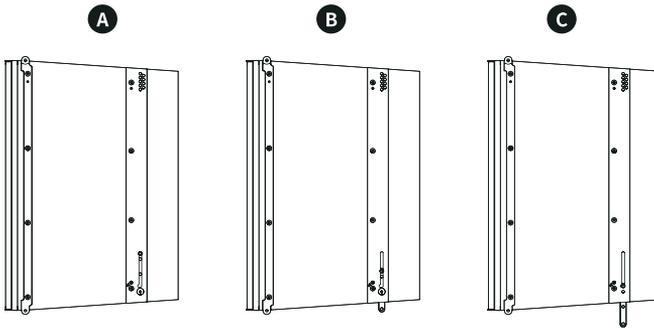

图 8. M-FXA 低音音箱中的后部吊挂件
- 底部孔位:当音箱下方不再需要吊挂其他音箱时,或是出于安全存放和运输的考虑时,可以将铝条完全隐藏在其中。详见图8中的A。
- 中心孔位:用于安装 M-F3A FA34 适配器,以便在下方吊挂一个或多个 M-FXA 音箱。详见图8中的B。
- 上部孔位:用于在下方吊挂另一个 M-FXA FS。在此位置时,铝条完全伸出,用于确定下一个低音音箱的张角角度。详见图8中的C。